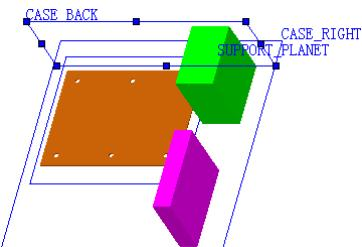

图 17.3.5 创建机箱的背平面
Step3. 创建图 17.3.5 所示的机箱的背平面。选择下拉菜单**插入(I)** → **参考几何体(G)** →